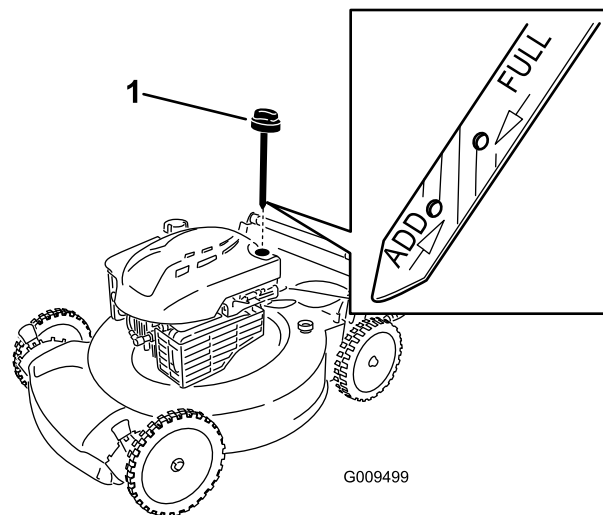

Figura 26
- Rimuovete l'asta di livello dal tubo di riempimento dell'olio (Figura 26).